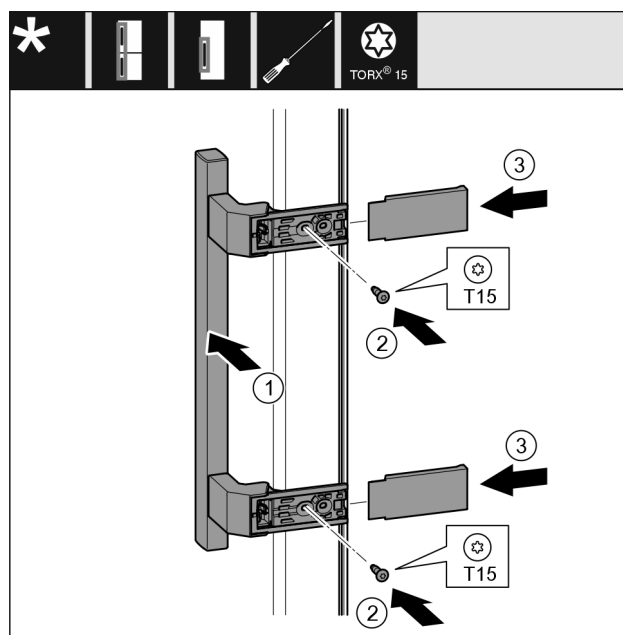

Fig. 20
- Placer la poignée Fig. 20 (1) du côté opposé.
- Serrer les vis Fig. 20 (2) avec un tournevis.
- Placer les caches Fig. 20 (3) sur le côté et les faire glisser.